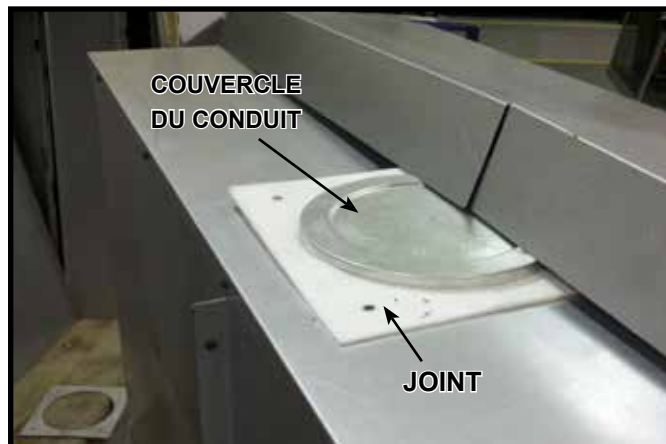

Figure 6.2 Emplacement du couvercle du conduit et du joint
2. Retirez le couvercle du conduit du sommet de l'appareil en retirant une vis, laquelle est incluse, afin de prévenir l'intrusion du matériel de construction dans l'appareil. Retirez le couvercle du conduit lorsque la phase d'installation du tuyau commence. Voir la figure 6.2.